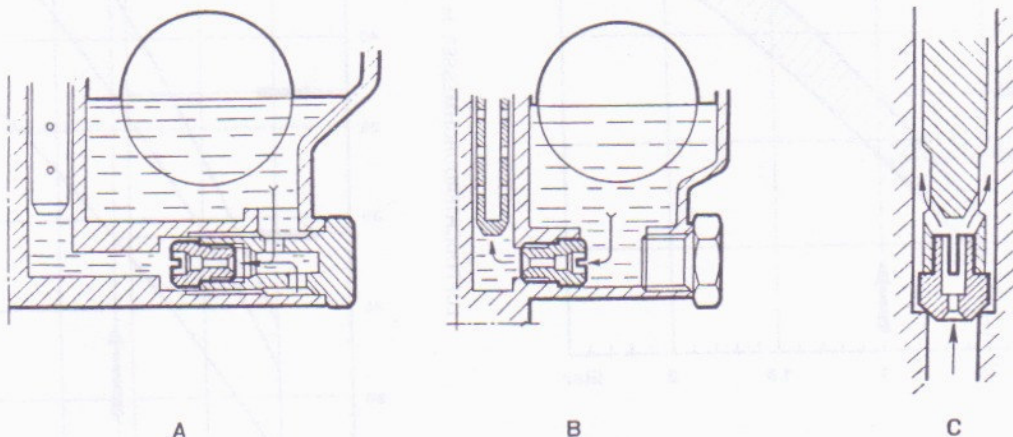

Abb. 34
3) Kraftstoffhauptdüse - Abb. 34